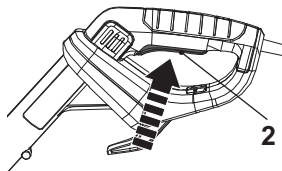

Fig. 15
1. Segure o produto com uma mão no punho auxiliar (15) e com a outra no punho principal (1).
2. Aperte o interruptor para ligar/desligar (2) para ligar o produto (Fig. 15).
3. Solte o interruptor de ligar/desligar (2) para desligar o produto.